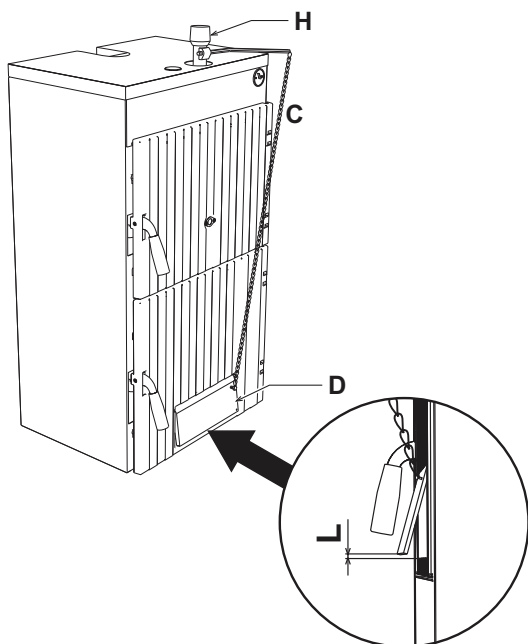

рис. 2 - Монтаж
2. Установите термостатический регулятор "Н" рис. 2.
4. С помощью предусмотренного для этой цели винта регулируйте дверцу воздухозаборника так, чтобы при опущенной дверце величина зазора для прохода воздуха составляла 1 - 2 мм, но не более. При холодном котле поставьте термостат на 60°. Прикрепите цепочку "С" к проушине "D" дверцы воздухозаборника и регулируйте ее длину так, чтобы зазор для прохода воздуха "L" (рис. 2) составлял около 15 мм при использовании каменного угля "coke III" и 2 мм при использовании древесного топлива.
С помощью предусмотренного для этой цели винта регулируйте дверцу воздухозаборника так, чтобы при опущенной дверце величина зазора для прохода воздуха составляла 1 - 2 мм, но не более. При холодном котле поставьте термостат на 60°. Прикрепите цепочку к проушине дверцы воздухозаборника и регулируйте ее длину так, чтобы зазор для прохода воздуха “L” (рис. 2) составлял около 15 мм при использовании каменного угля “coke III” и 2 мм при использовании древесного топлива.